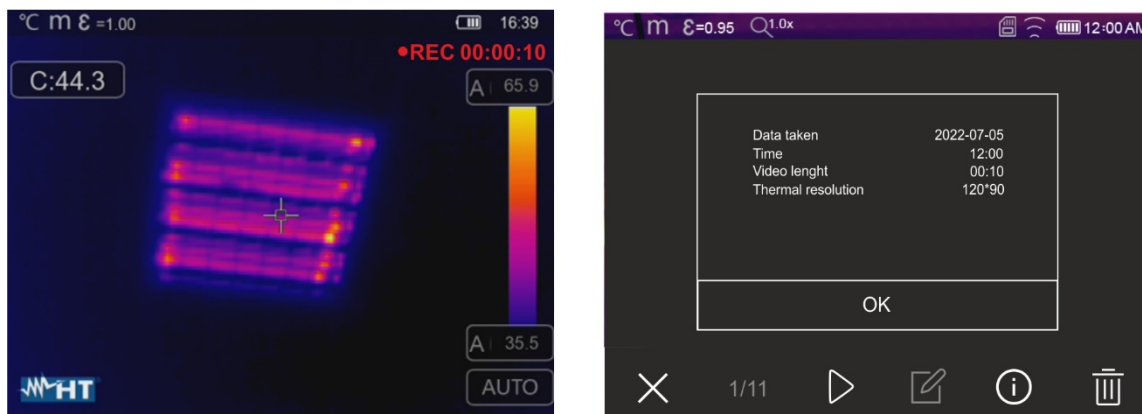

Fig. 48: Enregistrement vidéo IR
- Appuyez sur la touche  et maintenez-la enfoncée pendant au moins 2 secondes.** L'indication « REC » apparaît en haut pour indiquer l'enregistrement en cours (voir Fig. 48)